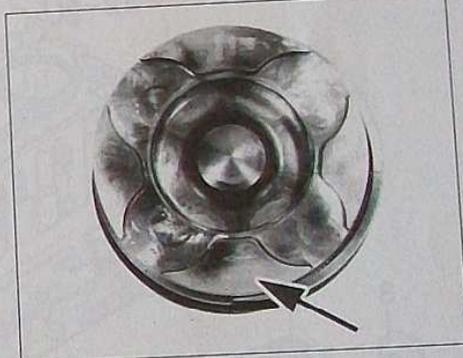

FIG. 51
- Mettre en place chaque ensemble bielle-piston huilé et apparié dans le bloc-cylindres (ensemble n°1 côté volant moteur) et orienter la flèche (Fig.51) vers la distribution.